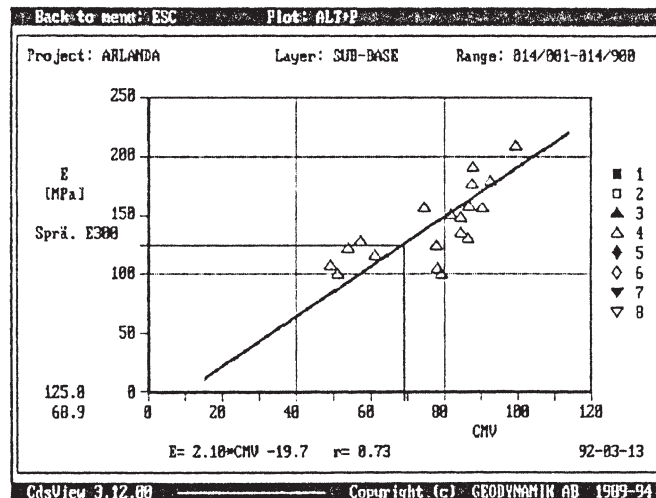

Figure 12. Diagramme de calibration
- Les résultats sont repris dans un diagramme de calibrage, (figure 12), qui est affiché à l'écran et dont on peut imprimer une copie au moyen d'une imprimante ou d'un traceur.